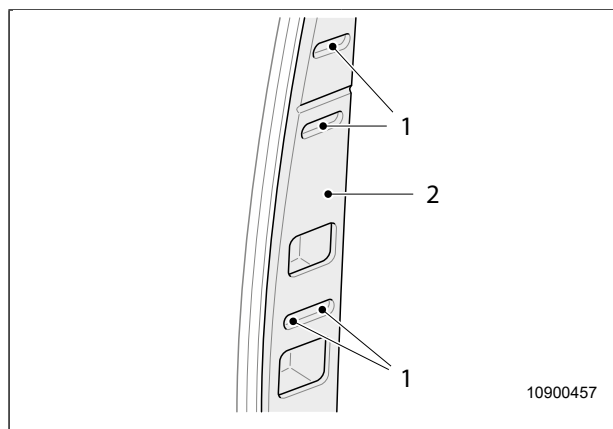

Fig. 63 Revestimiento
3. Quitar las caperuzas (Fig. 63, pos. 1) en el revestimiento (Fig. 63, pos. 2).
4. Desenroscar los tornillos de fijación del revestimiento (Fig. 63, pos. 2) con el destornillador de las herramientas de a bordo.
5. Quitar el revestimiento (Fig. 63, pos. 2) con precaución. Observar la longitud del cable de los altavoces y tomas de corriente.